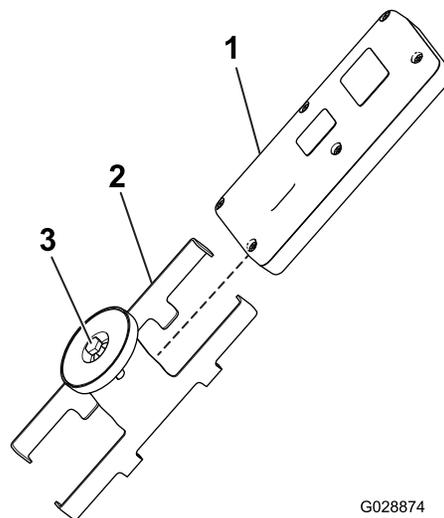

Figura 37
1. Desaperte o parafuso no íman no suporte magnético do comando remoto (Figura 37).
2. Deslize as laterais do suporte e retire o comando remoto (Figura 37).
8. Instale o comando remoto no suporte magnético remoto, una as metades para prender o comando e aperte o parafuso no íman (Figura 37).